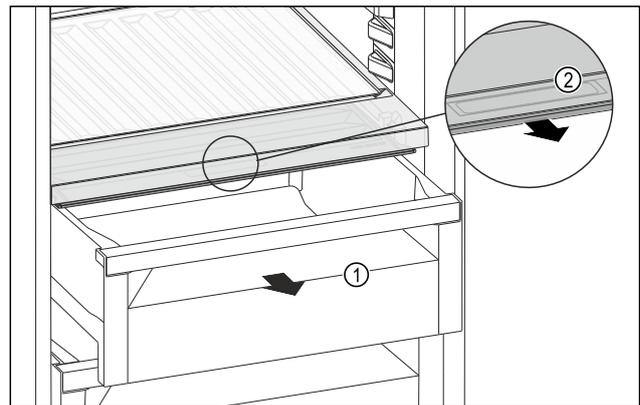

Fig. 107
- ▶ Estrarre il cassetto Fig. 107 (1).
- ▶ Afferrare la maniglia incassata Fig. 107 (2) sul coperchio dello scomparto e tirare allo stesso tempo in avanti il coperchio dello scomparto.